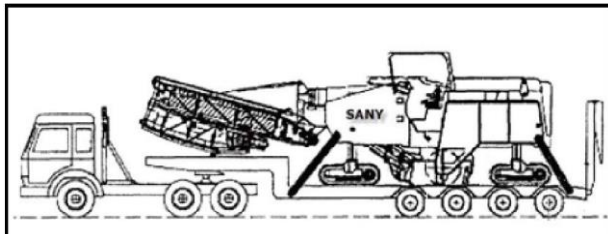

Рис. 4-58 Правильное положение
- Откорректируйте положение машины, как показано на рис. 4-58.